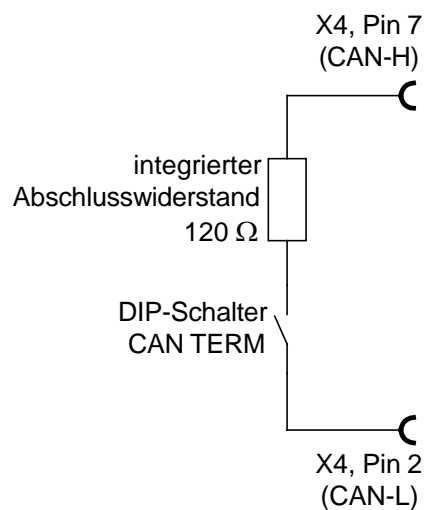

Abbildung 23: Integrierter CAN-Abschlusswiderstand
- An beiden Enden des CAN-Bus-Kabels muss jeweils genau ein Abschlusswiderstand von $120 \Omega \pm 5 \%$ vorhanden sein. Alle Servopositionierregler der item Servo Positioning Controller C 1-Serie verfügen bereits über einen integrierten Abschlusswiderstand, der mittels dem frontseitig angebrachten DIP-Schalter „CAN TERM“ aktiviert/deaktiviert werden kann (siehe *Abbildung 11* und *Abbildung 23*)